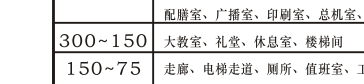

图9
- 如图9所示, 打开电池门, 更换两节AAA(七号)电池。